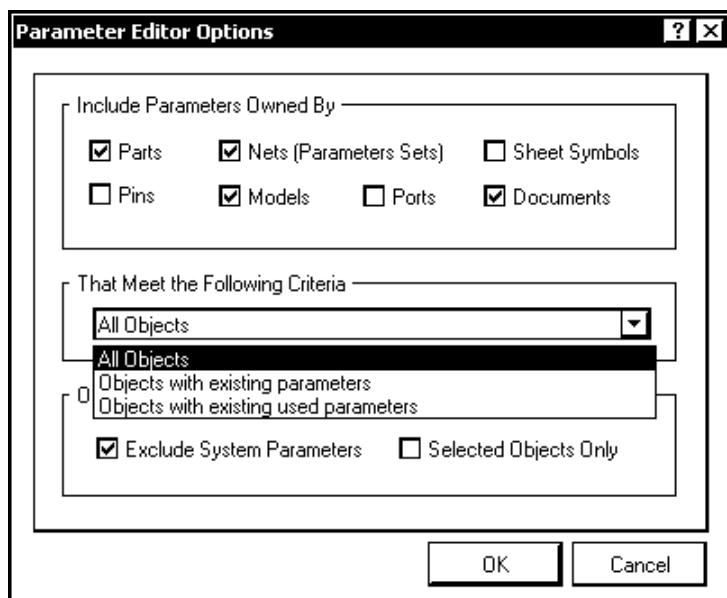

Рис. 4.14. Окно редактирования параметров элементов в документе редактора схем
1. Активизировать команду главного меню программы **Tools | Parameter Manager**. Откроется диалоговое окно **Parameter Editor Options** (рис. 4.14), предоставляющее возможность выбора объектов, для которых предполагается настройка параметров.